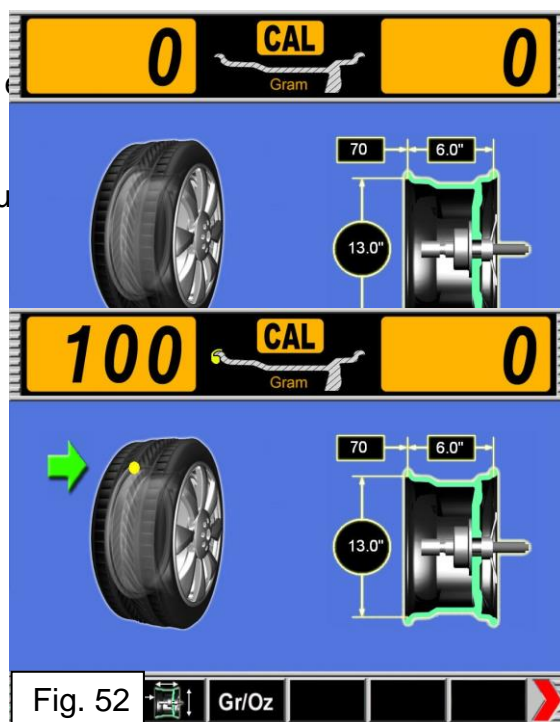

Fig. 52
- Gire a roda manualmente para a posição marcada com o ponto no aro interno e aplique 100g de peso na posição (ref. Fig. 52).